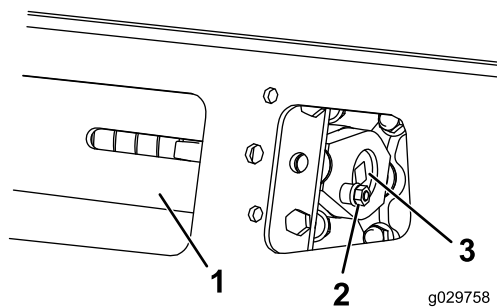
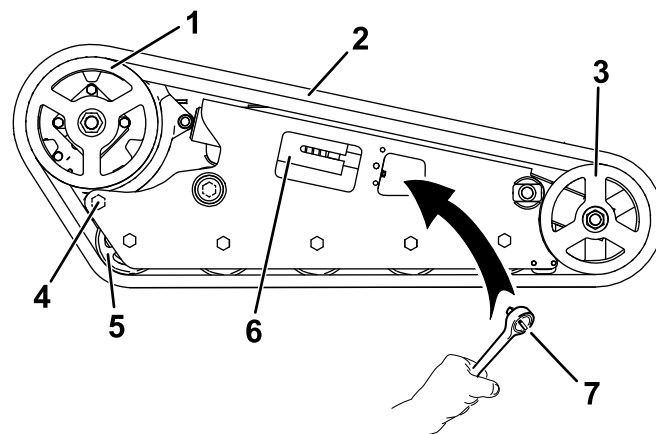

Рисунок 59
Рисунок 60
3. Отверните зажимной болт и гайку (Рисунок 59).
5. Совместите ближайшую выемку в натяжном винте с отверстием в зажимном болте и закрепите винт при помощи зажимного болта и гайки (Рисунок 59).
4. Отверните зажимной болт и гайку (Рисунок 59).
5. Используя ключ с храповым механизмом на 1/2 дюйма, ослабьте натяжение привода, вращая натяжной винт по часовой стрелке (Рисунок 59 и Рисунок 60).
6. Ослабьте задний болт, расположенный возле ведущего колеса (Рисунок 60).
8. Когда гусеница будет снята с переднего катка, снимите ее с ведущего колеса и опорных катков (Рисунок 60).
9. Начиная с ведущего колеса, проложите вокруг него новую гусеницу, убедившись, что выступы на гусенице входят в зазор между проставками на колесе (Рисунок 60).
10. Протолкните гусеницу под опорные катки и одновременно между ними (Рисунок 60).
4. Отвинтите зажимной болт и гайку (Рисунок 59).